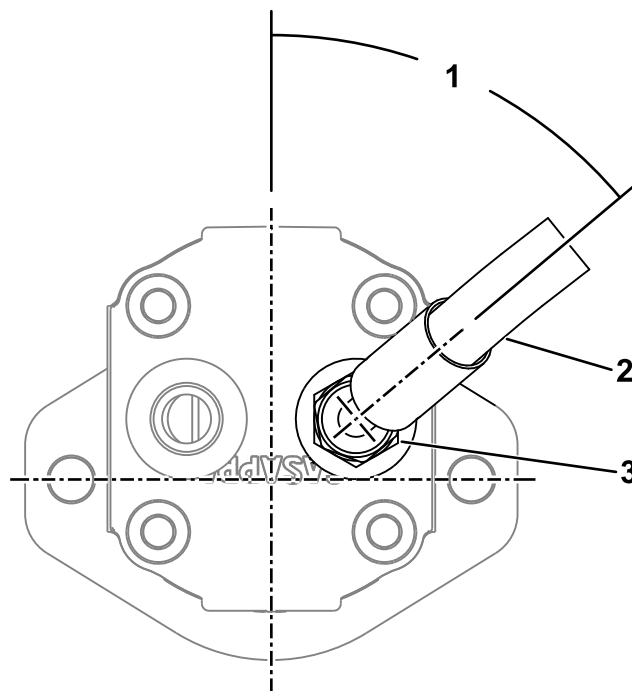
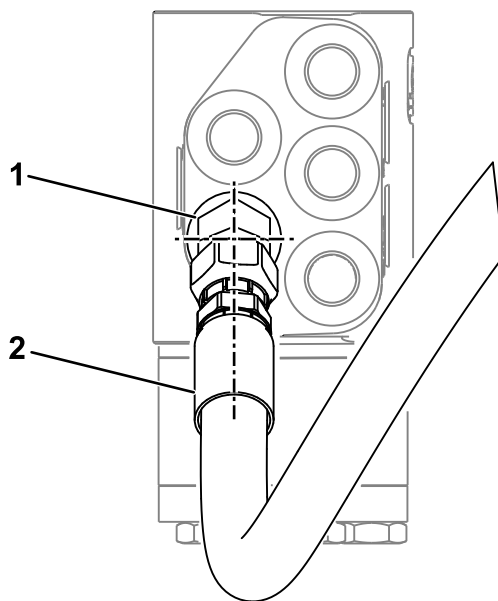

Figura 11
Figura 12
2. Ligue o tubo hidráulico de 45° à nova união reta e oriente-a a 50° como se mostra na Figura 11.
4. Ligue a união reta do tubo hidráulico à nova união de 45° como se mostra na Figura 12.
6. Assegure-se de que o tubo e os acessórios estão alinhados como se mostra na Figura 11 e Figura 12 e que não há torção no tubo quando encaminhado ao lado das linhas hidráulicas existentes.